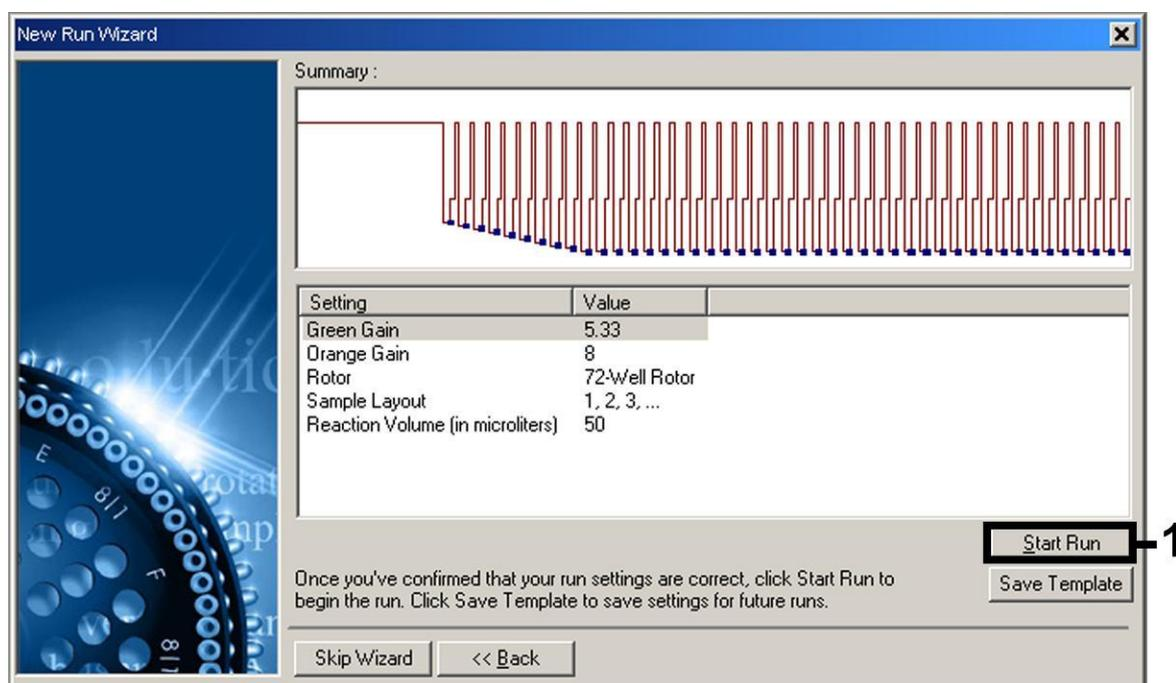

Figure 7 Démarrage du cycle.
Démarrage du cycle	Figure 7
10. Les valeurs de gain déterminées par la calibration des canaux sont automatiquement enregistrées et répertoriées dans la dernière fenêtre de menu de la procédure de programmation (figure 7). Cliquer sur « Start Run » (Démarrer le cycle).